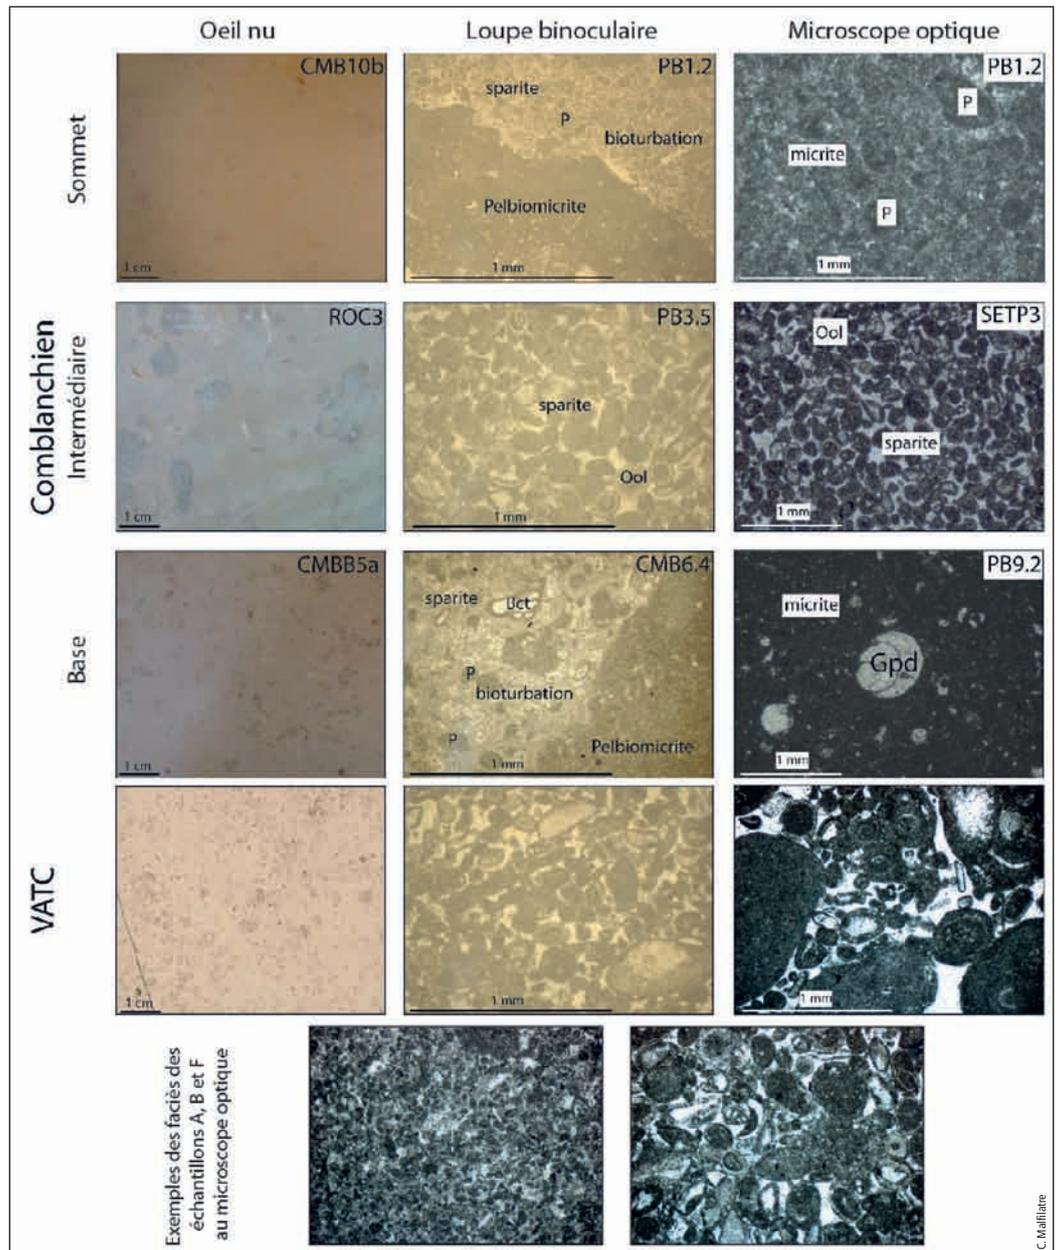

Figure 1 Photographies des faciès des échantillons du calcaire de Comblanchien, de VATC et de A, B et F (extrait modifié d'après Malfilatre et al., 2012)
- **Pour une roche sédimentaire**, une pierre de construction est bien sûr hétérogène entre les différents niveaux d'une même carrière, en fonction des bancs concernés. Par exemple, les bancs de base et de sommet du calcaire de Comblanchien sont distincts des bancs intermédiaires par leur phase de liaison micritique et par l'absence de grains enrobés (figure 1). Donc, il semblerait possible d'assigner à une pierre de construction sédimentaire donnée une provenance géographique précise à l'échelle d'une même carrière. De plus, il apparaît qu'une carrière peut posséder une signature spécifique et peut être distinguable des autres. Par exemple, certains échantillons de la carrière de la Société d'entreprise de travaux publics (SETP) possèdent des valeurs du rapport isotopique du carbone ($\delta^{13}\text{C}$, c'est-à-dire le rapport entre le ^{13}C et ^{12}C) et du rapport isotopique de l'oxygène ($\delta^{18}\text{O}$, c'est-à-dire le rapport entre le ^{18}O et ^{16}O) plus faibles que celles des 3 autres carrières exploitant le calcaire de Comblanchien (figure 2A).
L'analyse pétrographique permet de distinguer les bancs de base et de sommet du calcaire de Comblanchien par rapport à l'échantillon de VATC, un de ses analogues commerciaux du Portugal (figure 1) ; cela, grâce à la différence dans la nature de la phase de liaison (micrite pour les bancs de base et de sommet du calcaire de Comblanchien et sparite pour l'échantillon de VATC) et par la quantité des grains enrobés (absence dans les bancs de base et de sommet du calcaire de Comblanchien et présence dans l'échantillon de VATC).
Les échantillons A, B et F ressemblent pétrographiquement à la fois aux bancs intermédiaires du calcaire de Comblanchien et à l'échantillon de VATC provenant du Portugal (figure 1). Ils possèdent une phase de liaison sparitique et des grains enrobés. Les